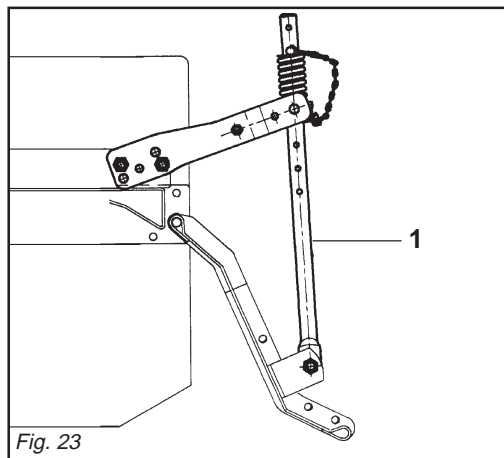

Fig. 23
- Il martinetto a molla (1 Fig. 23) oltre a sostenere la lamiera livellatrice ed ammortizzarla nel trasporto su strada, serve a evitare il ribaltamento della